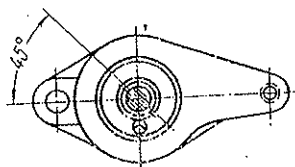

Bild 90 Lage des Schlitzes an Antriebswelle vor Einsetzen des Antriebs am Zylinderblock
d) die Antriebswelle bis zu der in Bild 90 gezeigten Lage drehen und den Antrieb in die Aufnahmestelle des Zylinderblocks